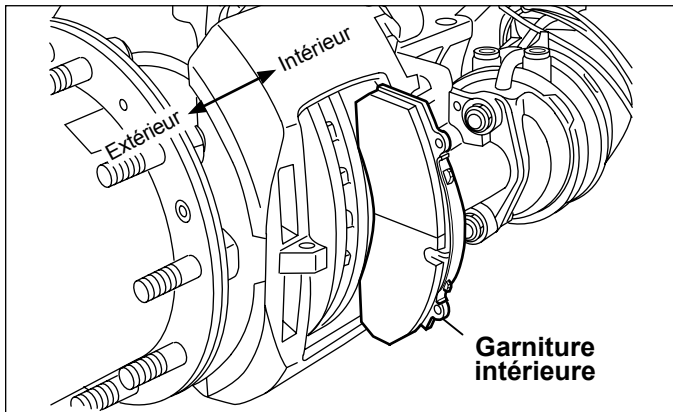

FIGURE 38 - DÉPOSE DE LA GARNITURE
5.2.9 Cf. Figure 38. Déplacer l'étrier complètement vers l'intérieur et déposer la garniture intérieure, puis déplacer l'étrier complètement vers l'extérieur et déposer la garniture extérieure.